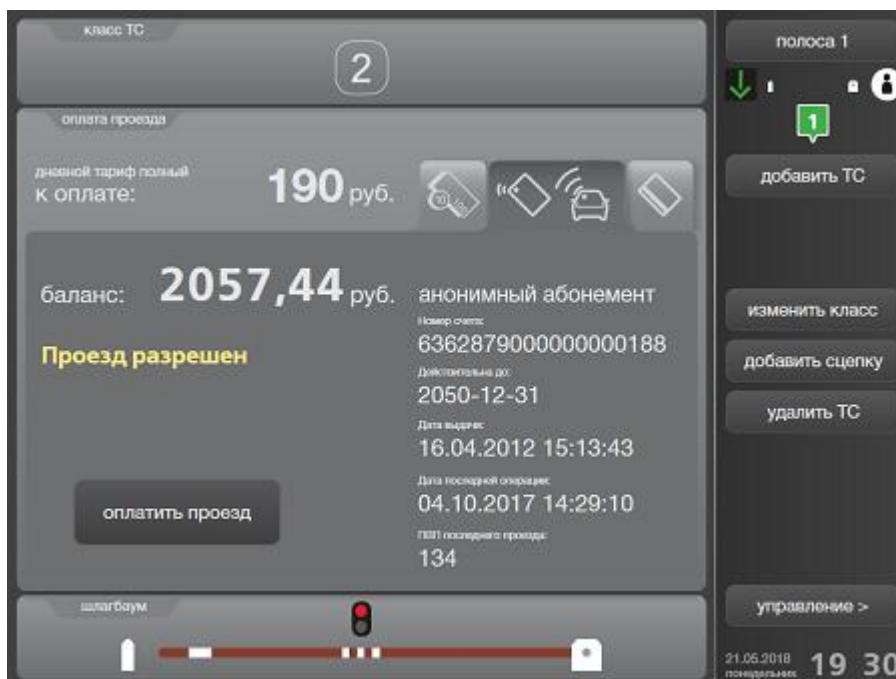

Рисунок 93. Оплата проезда по БСК: успешное считывание БСК
- 1) Если карта **прочиталась**, и проезд по ней **разрешен**, откроется окно с информацией по БСК (рис. 93).
Содержащаяся в данном окне информация зависит от типа БСК и содержит следующую информацию (рис. 93):